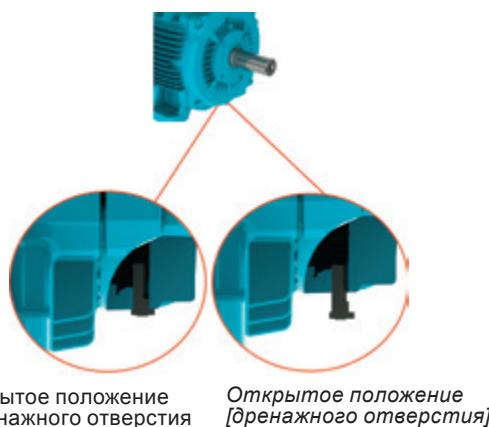

Рисунок 6.1 - Резиновая заглушка дренажного отверстия в открытом и закрытом положении
7. Дренажное отверстие: электродвигатель должен располагаться таким образом, чтобы дренажное отверстие находилось в самой низкой его точке (в случае если на дренажном отверстии обозначена стрелка, установку следует производить таким образом, чтобы стрелка указывала вниз). Электродвигатели, оснащаемые резиновыми пробками дренажных отверстий, покидают производство с заглушенными отверстиями, которые следует регулярно открывать для слива конденсата. В условиях высокого уровня конденсации воды, на электродвигателях со степенью защиты IP55, изделие может быть установлено с постоянно открытыми дренажными отверстиями (см. Рисунок 6.1). На электродвигателях со степенью защиты IP56, IP65 или IP66, дренажные отверстия должны оставаться закрытыми (см. Рисунок 6.1), открывать их рекомендуется только при обслуживании. Система удаления конденсата электродвигателей, оснащенных системой смазки масляным туманом должна быть подключена к специальному контуру удаления конденсата (см. Рисунок 6.12).